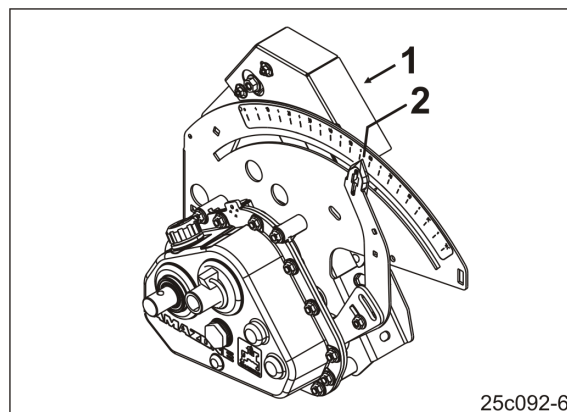

Fig. 30
- Såmaskine med elcylinder (Fig. 30/1).
→ Indtast skalaværdien (f.eks. på 50, se såmaskinens betjeningsvejledning) for viseren (Fig. 30/2) for den første kalibreringsprøve.
→ Viseren (Fig. 30/2) går til den indtastede skalaværdi (fx 50).
Viseren (Fig. 30/2) går til den beregnede skalaværdi.